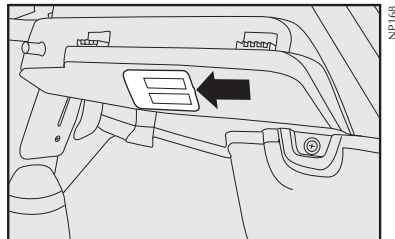

fig. 28
- retirar o porta-lâmpada de sua sede com auxílio de uma chave de fenda (não fornecida) no ponto indicado pela seta **fig. 28**;